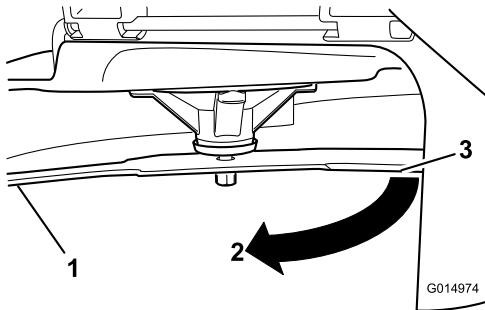

Figura 105
3. Segunda distancia medida entre cuchilla y superficie (B)
4. Gire la misma cuchilla 180 grados de manera que el otro extremo esté en la misma posición (**Figura 105**).